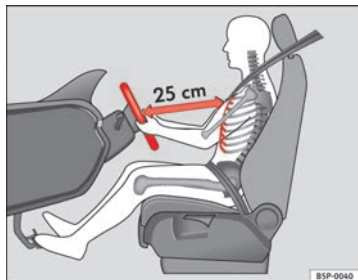

Abb. 1 Der richtige Abstand des Fahrers zum Lenkrad
- Stellen Sie das Lenkrad so ein, dass der Abstand zwischen Lenkrad und Brustkorb mindestens 25 cm beträgt ⇒ Abb. 1.
<ul style="list-style-type: none"> <li>• Eine falsche Sitzhaltung des Fahrers kann zu schweren Verletzungen führen.</li> <li>• Stellen Sie den Fahrersitz so ein, dass zwischen Ihrem Brustkorb und der Lenkradmitte ein Abstand von mindestens 25 cm vorhanden ist ⇒ Abb. 1. Beträgt der Abstand weniger als 25 cm, kann Sie das Airbag-System nicht richtig schützen.</li> <li>• Wenn Sie wegen körperlicher Gegebenheiten einen Mindestabstand von 25 cm nicht einhalten können, setzen Sie sich mit einem Fachbetrieb in Verbindung. Dort berät man Sie über möglicherweise erforderliche Änderungen.</li> <li>• Halten Sie während der Fahrt das Lenkrad immer so, dass Sie es mit beiden Händen seitlich am äußeren Rand festhalten (9-Uhr- und 3-Uhr-Position). Dadurch wird die Verletzungsgefahr bei Auslösung des Fahrerairbags reduziert.</li> <li>• Halten Sie niemals das Lenkrad in der 12-Uhr-Position oder in einer anderen Art und Weise fest (z.B. in der Lenkradmitte). In solchen Fällen können Sie sich bei Auslösung des Fahrerairbags Verletzungen an Armen, Händen und Kopf zuziehen.</li> <li>• Um die Verletzungsgefahr für den Fahrer beim plötzlichen Bremsmanöver oder Unfall zu reduzieren, fahren Sie niemals mit stark nach hinten geneigter Rückenlehne! Die optimale Schutzwirkung des Airbag-Systems und der Sicherheitsgurte wird nur erreicht, wenn sich die Rückenlehne in einer aufrechten Position befindet und der Fahrer den Sicherheitsgurt</li> </ul>